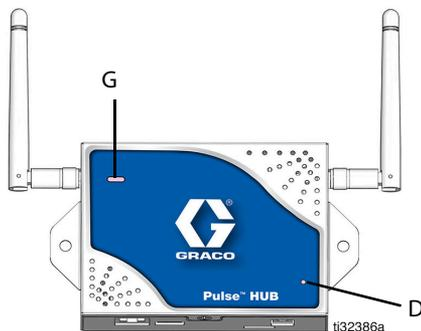

Рис. 5
После монтажа концентратора удостоверьтесь, что индикатор питания (D) (Рис. 5) горит, и что концентратор функционирует правильно.
Текущее состояние программы контроля подачи материала Pulse Fluid Management определяется при помощи индикатора состояния концентратора (G) (Рис. 5). Для диагностики см. таблицу индикаторов состояния концентратора ниже.